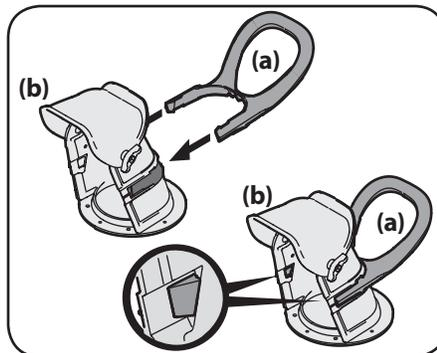

Figure 2-6
1. Placez la poignée de la goulotte (a) sur la goulotte (b). Voir Figure 2-6. Assurez-vous que la poignée est placée dans la rainure sur la goulotte et que les pattes sont enclenchées.